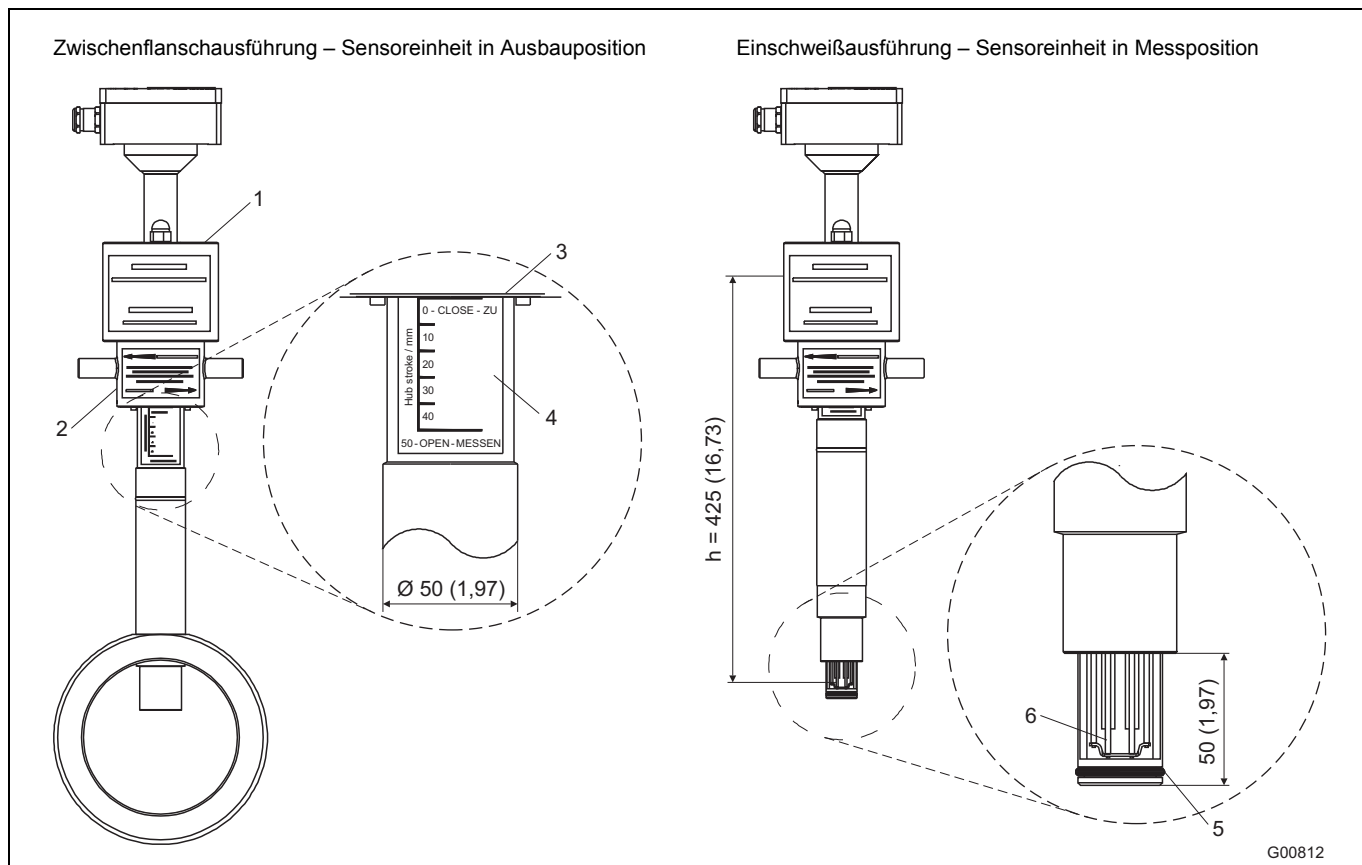
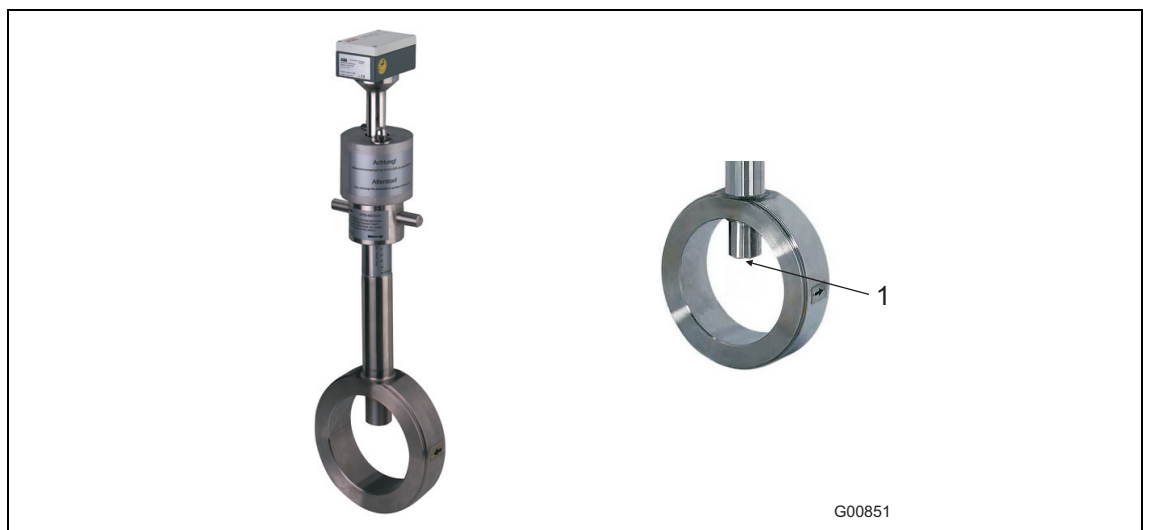
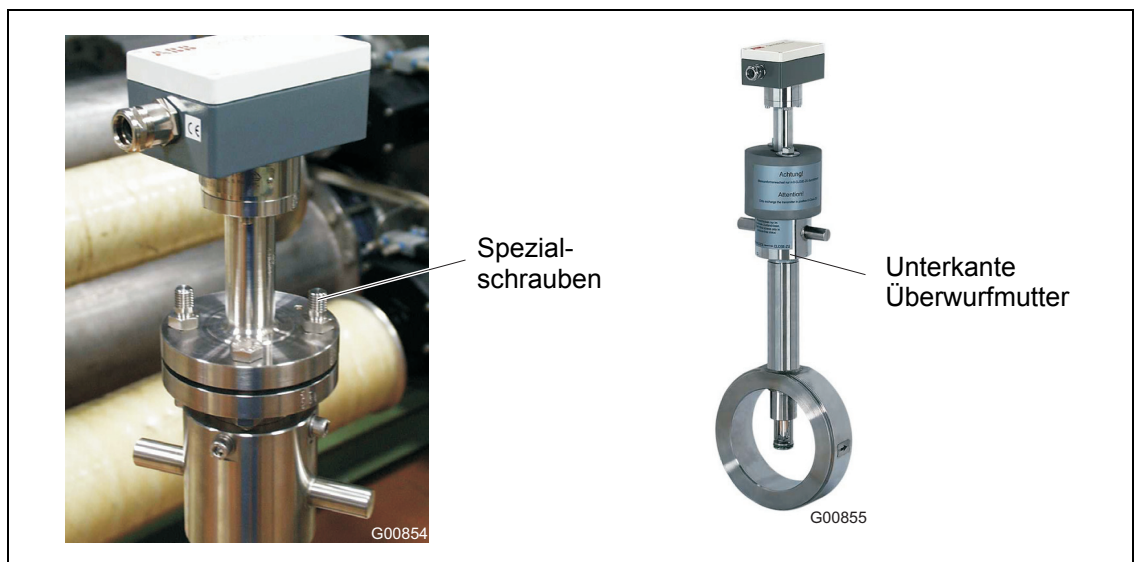

Abb. 9: Abmessungen in mm (inch)
Abb. 11: Wechsellvorrichtung in Ausbauposition
Abb. 14: Spezialschrauben für Schutzkappen
Die Wechsellvorrichtung ist für Druckbelastungen von max. 16 bar abs. ausgelegt. Um Austauschbarkeit zu den Standard-Rohrbauteilen der Bauform 1 zu gewährleisten, wurde die Zwischenflanschversion (Abb. 11) für DIN-Flansche DN 50 und DN 80 in Druckstufe PN 40 ausgeführt. Bei der Ausführung DN 65 in Druckstufe PN 16 sind Anschlussflansche mit 4 Schraubenlöchern zu verwenden. Zöllige Ausführungen 2 ... 8" sind für Anschlussflansche ASME B16.5 Cl.150 ausgelegt. Passende Messwertnehmerlängen siehe Abb. 9.
Abb. 11 (linkes Bild) zeigt die eingebaute Zwischenflanschversion der Wechsellvorrichtung in Ausbauposition. Das Führungsrohr befindet sich in der oberen Endstellung und verschließt somit die Sensyflow-Öffnung (rechtes Bild).
- Die Wechselvorrichtung muss sich in Ausbauposition befinden (Abb. 11), die Sensyflow-Öffnung ist abgedichtet.
- Messumformer in Wechselvorrichtung einschieben und verschrauben (2 Schrauben M12 sowie 2 verlängerte Spezialschrauben jeweils gegenüberliegend montieren (Abb. 14).
- Schutzkappen aufstecken und mittels Muttern an Spezialschrauben befestigen (Abb. 14).
- Messumformer mittels Überwurfmutter in Messposition drehen (Abb. 14). Die Unterkante der Überwurfmutter zeigt die Position des Messelementes an. Erst bei Erreichen der Messposition 50 - OPEN - MESSEN (unterer Anschlag der Überwurfmutter) befinden sich die Messelemente in Rohrleitungsmittle und können genaue Werte liefern (siehe Detail A in Abb. 9).
- Wechsellvorrichtung mittels Überwurfmutter in Ausbauposition drehen. (Oberer Anschlag der Überwurfmutter, Schriftzug 0 - CLOSE - ZU muss sichtbar sein; (siehe Detail A in Abb. 9).